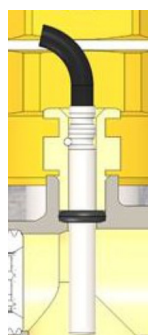

Fig. 32: Allentare la sonda termica
- Per rimuovere la sonda termica (Fig. 32), svitare la rosetta di sicurezza.
→ Chiudere tutte le principali valvole di arresto (fig. 32) della stazione per acqua fresca.